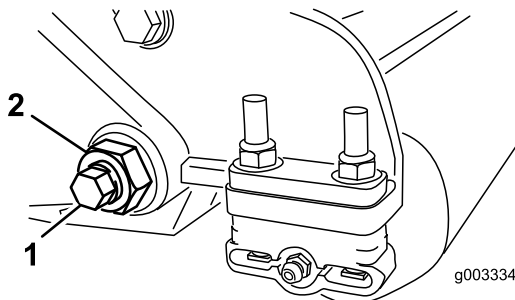

Figura 24
3. En cada lado de la máquina, afloje la contratuerca que fija el perno de la barra de asiento (Figura 24).
4. Retire todos los pernos de la barra de asiento, para poder tirar de la barra hacia abajo y retirarla de la unidad de corte (Figura 24).